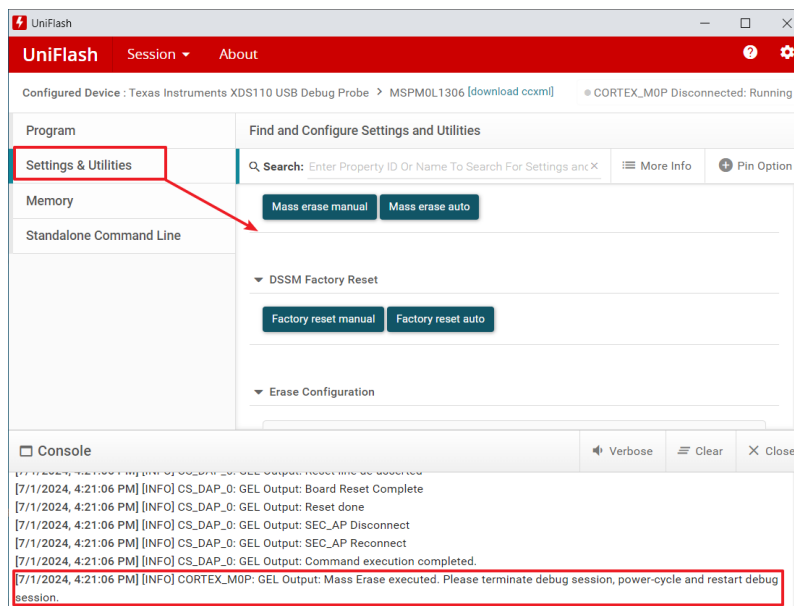

图 7-4. 通过 Uniflash 解锁
8.7.0.4818 版本以上的 Uniflash 还支持解锁 MSPM0。首先，按照步骤连接 MSPM0 与 Uniflash，如节 5.2.1.1 所示。然后，按照图 7-4 中的说明解锁 MSPM0。